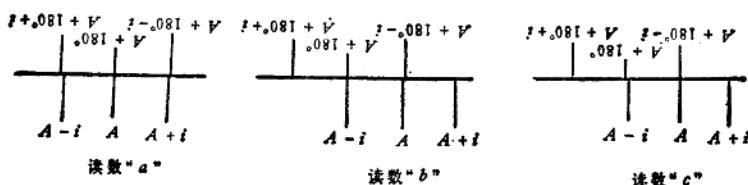

图 1-2
(1) 将测微器指标对准零分划线，转动度盘变换钮至整置位置1，用水平微动螺旋使整置位置的分划线A与对径分划线 $A \pm 180^\circ$ 重合。示意图见图1-2。
(2) 按下列顺序，各精密重合两次，同时进行测微器读数（读数可按正负数读，多于0格、60格的读作正数，少于0格、60格的读作负数）。